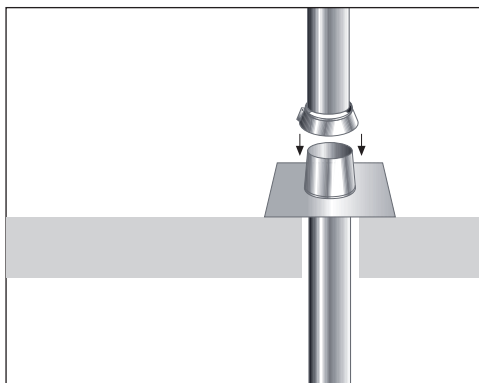

**FIGURA 3**
- Il tubo flessibile MP CONDENSING, venduto in rotoli, può essere tagliato in corrispondenza dei giunti come mostrato in figura 3. Durante l'installazione fare attenzione che il tubo flessibile sia installato in trazione per evitare la creazione di eventuali sifoni. Per assicurare il sistema, si consiglia l'uso di collari di centraggio.